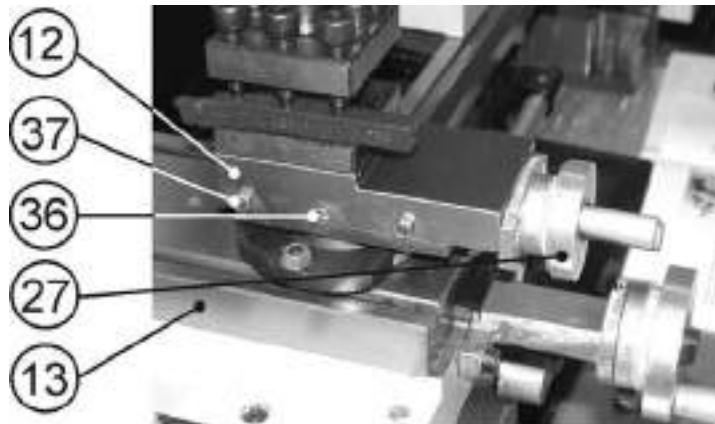

Рис. 3
9.1, Регулировка перемещения поворотного суппорта (Рис. 3,4)